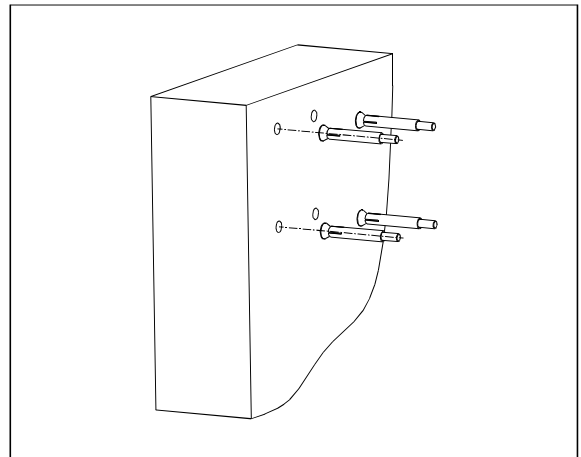

图2.2-2
2. 用冲击电钻在安装表面上钻4个M8金属膨胀螺栓的安装孔，安装孔的深度约为75mm，装上M8膨胀螺栓。（如图2.2-2所示）